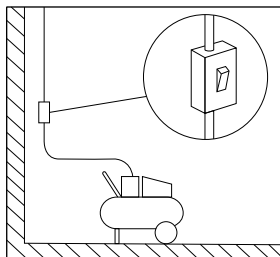

Рис. 6
- Установите в разрыв цепи питания дополнительное автоматическое защитное устройство, рассчитанное на силу тока не более 16 А (рис. 6).